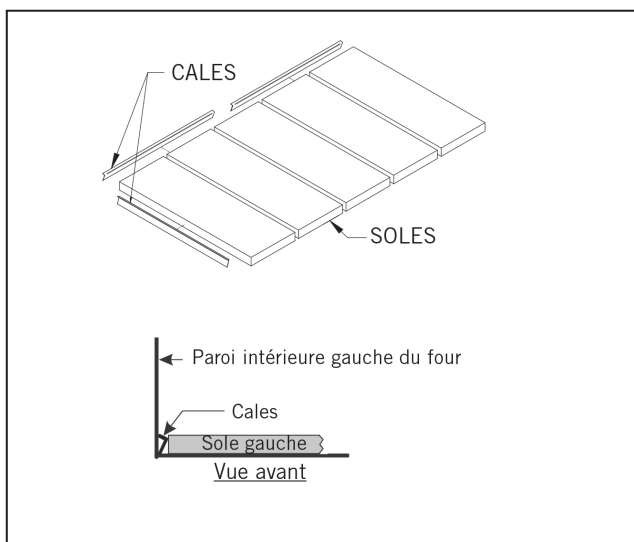

Figure 8
- (1) GARDEZ LA PORTE DU FOUR FERMÉE PENDANT LA TOTALITÉ DU PROCESSUS DE PRÉ-SÉCHAGE.
- (2) Laissez les pierres de cuisson s'ajuster à la température de la pièce avant de commencer.
- (3) Pré-chauffer les pierres avec le brûleur pilote en l'allumant pendant 1 heure.
- (4) Augmenter la température à moins de 148 °C (300 °F) pour maintenir une hauteur de flamme inférieure à 1/4 po). Maintenir ce réglage pendant 3 heures.
- (5) Après 3 heures augmentez la température à 148 °C (300 °F) pendant 1 heure, ensuite 204 °C (400 °F) pendant 1 heure, et ensuite 260 °C (500 °F) pendant 1 heure.
- (6) NE MODIFIEZ PAS CE PROCESSUS, le défaut de pré-sécher correctement les pierres peut causer le gauchissement, la fissuration, ou l'éclatement avec une force explosive.
- (g) Utiliser des cales à l'arrière et sur les côtés des soles si les soles sont lâches. Les cinq soles devraient être serrées les unes contre les autres sans aucun espace entre elles (voir Fig. 8).